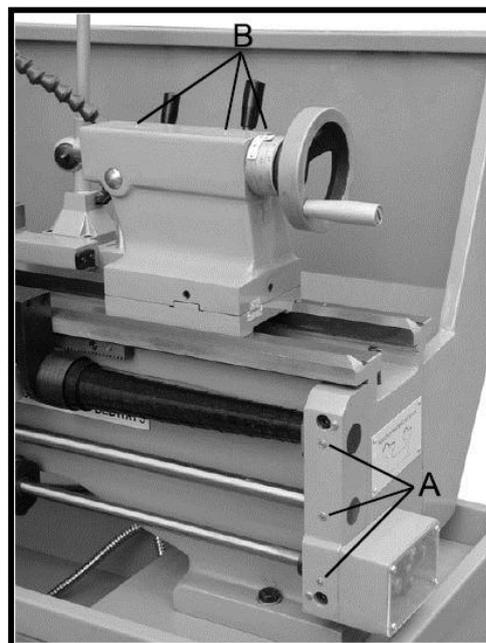

Рис. 8
10. **Ходовой винт и ходовой вал** — Раз в день смазывают через три шариковых масленки на кронштейне ходового вала ходового винта (расположенные справа от ходового винта и вала — A, Рис. 8) машинным маслом 20W.
11. **Задняя бабка** — Раз в день смазывают через три смазочные отверстия (B, рис. 8) машинным маслом 20W.